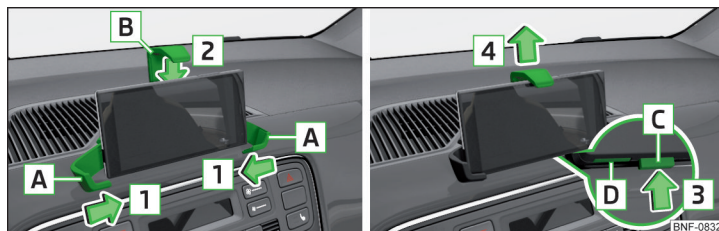

Fig. 77 Colocar telefone / Retirar telefone
- Colocar o telefone entre os braços [A], deslocá-los no sentido das setas [1] e fixar assim o telefone » Fig. 77.
- Premir a tecla [C] no sentido da seta [3], o braço [B] move-se para a posição inicial no sentido da seta [4] » Fig. 77.